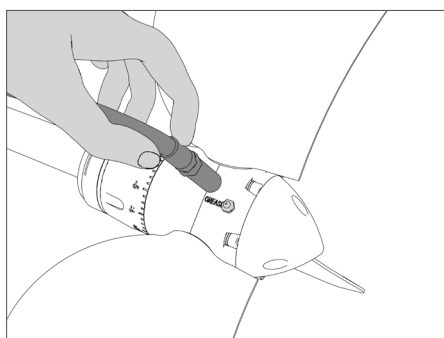

FIG. 44 | Insertion du tube de graissage
- Appliquer l'embout du tube de graissage sur le graisseur (Fig. 44).